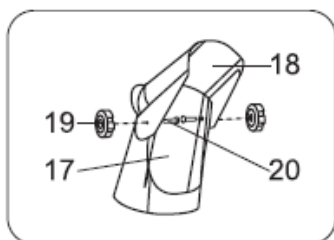

Рис.5
- Совместите отверстия дефлектора (18) с отверстиями на выпускном желобе (17). Установите винты с полукруглой головкой (20) и закрепите гайкой барашком (19) с двух сторон (Рис. 5).